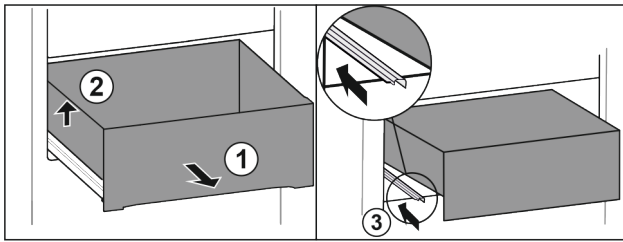

Fig. 14
- ▶ Витягніть висувний ящик повністю Fig. 14 (1).
- ▶ Підняти висувний ящик ліворуч Fig. 14 (2).
- ▶ Вставити ліву рейку Fig. 14 (3).